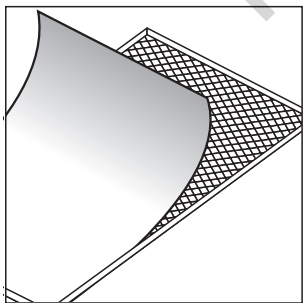

FIGURE 8
3. RC55i, RC65i, RC85i models: Before spray painting the grille, carefully remove the grille's fabric scrim by peeling it away from the inside of the grille [figure 8]. Place this on a clean, flat surface where it will not get wrinkled.
3. Modèles RC55i, RC65i et RC85i: Avant de peindre la grille à l'aérosol, retirez la toile de l'intérieur de la grille en la détachant délicatement de la grille [figure 8]. Déposez cette toile sur une surface plate et propre où elle ne se froissera pas.